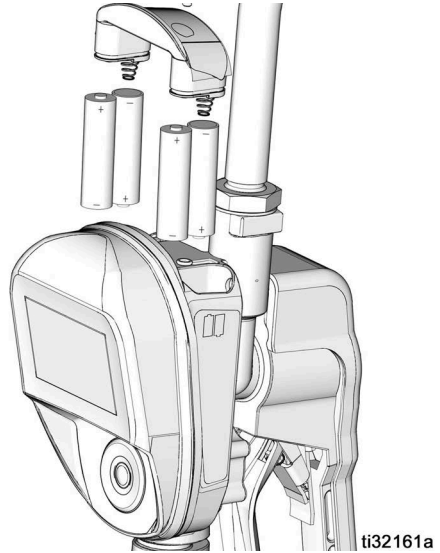

FIG. 48
- Assicurarsi di rispettare la polarità corretta, come mostrato nelle etichette di installazione ubicate sul lato della valvola di erogazione con misuratore quando si montano le batterie nel relativo vano (FIG. 48).
4. Installare 4 nuove batterie. Per l'orientamento delle batterie, vedere le etichette sul lato del corpo e FIG. 48.